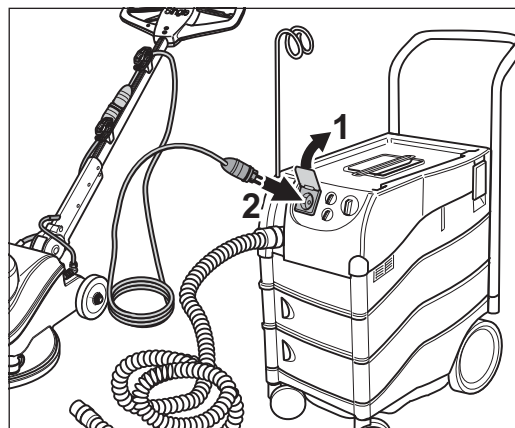

Abb. 30 Den Stecker des Verlängerungskabels in die Steckdose am Staubsauger stecken.
- 2 Stecken Sie den Stecker des Verlängerungskabels in die Steckdose am Staubsauger (Abb. 30).